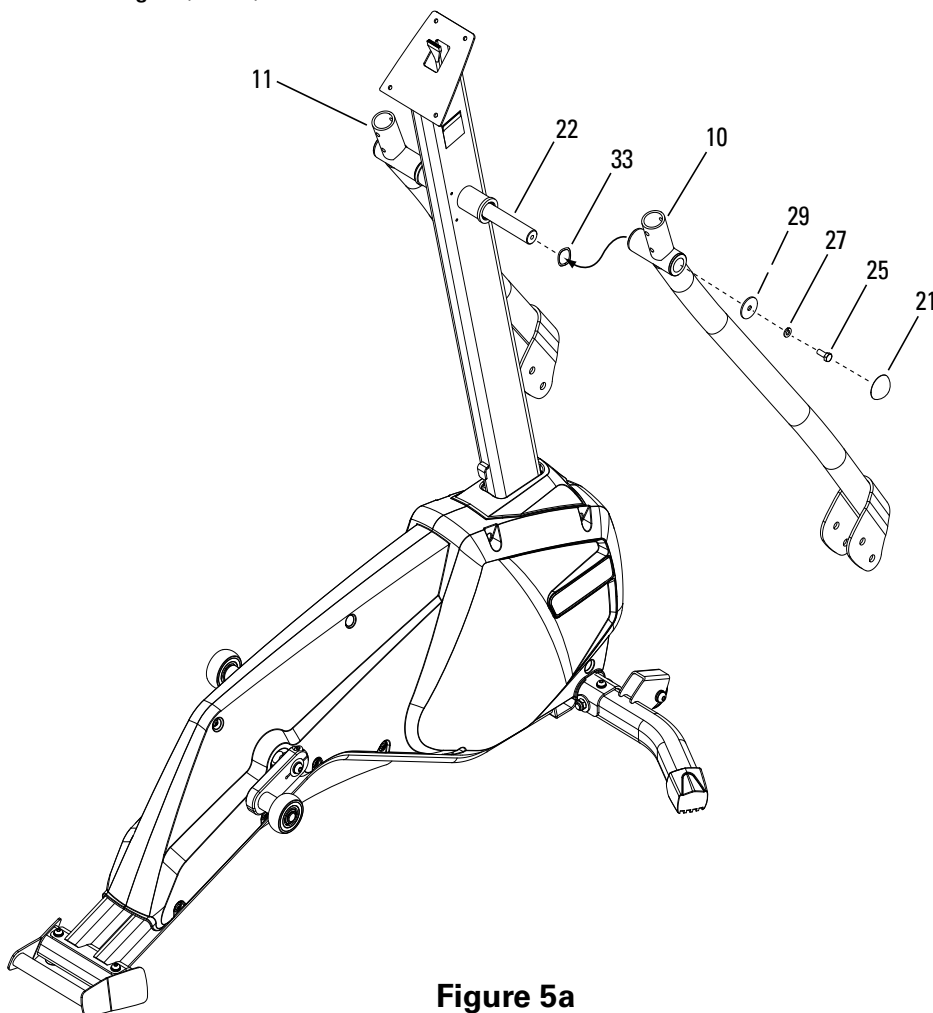

Figure 5a
5-1 Placez une rondelle de vague sur la tige de pivot de bras (22) du côté droit (Figure 5a).
5-2 Installez le bras mobile droit sur la tige de pivot de bras à l'aide d'une rondelle plate large M8, d'une rondelle élastique M8 et du boulon à tête hexagonale M8 x 20 (Figure 5a).